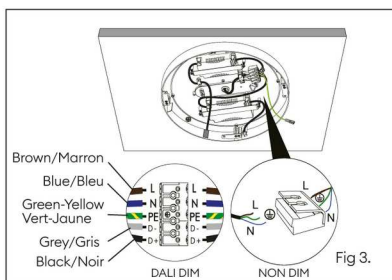

Fig 3.
- Wire in mains and DALI cables into the terminal block with the base section, ensuring the built in cord grip component is fully pushed into place on top of the cable to prevent cable from moving (fig 3).
- Connectez les câbles d'alimentation et DALI dans le bornier avec la base, en vous assurant que le serre-câble intégré est poussé sur le câble pour empêcher celui-ci de bouger (fig. 3).